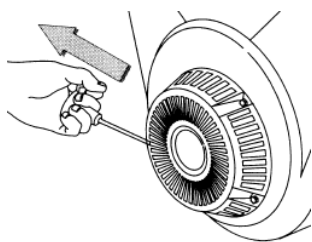

Рис. 2
7. Придерживая генератор за ручку, резко с интенсивным усилием вытянуть трос стартера до упора (рис. 2), повторив действие несколько раз при необходимости. Если двигатель не запускается, следует изменить положение рычага воздушной заслонки, сдвигая его вправо тем больше, чем выше температура двигателя и окружающего воздуха.